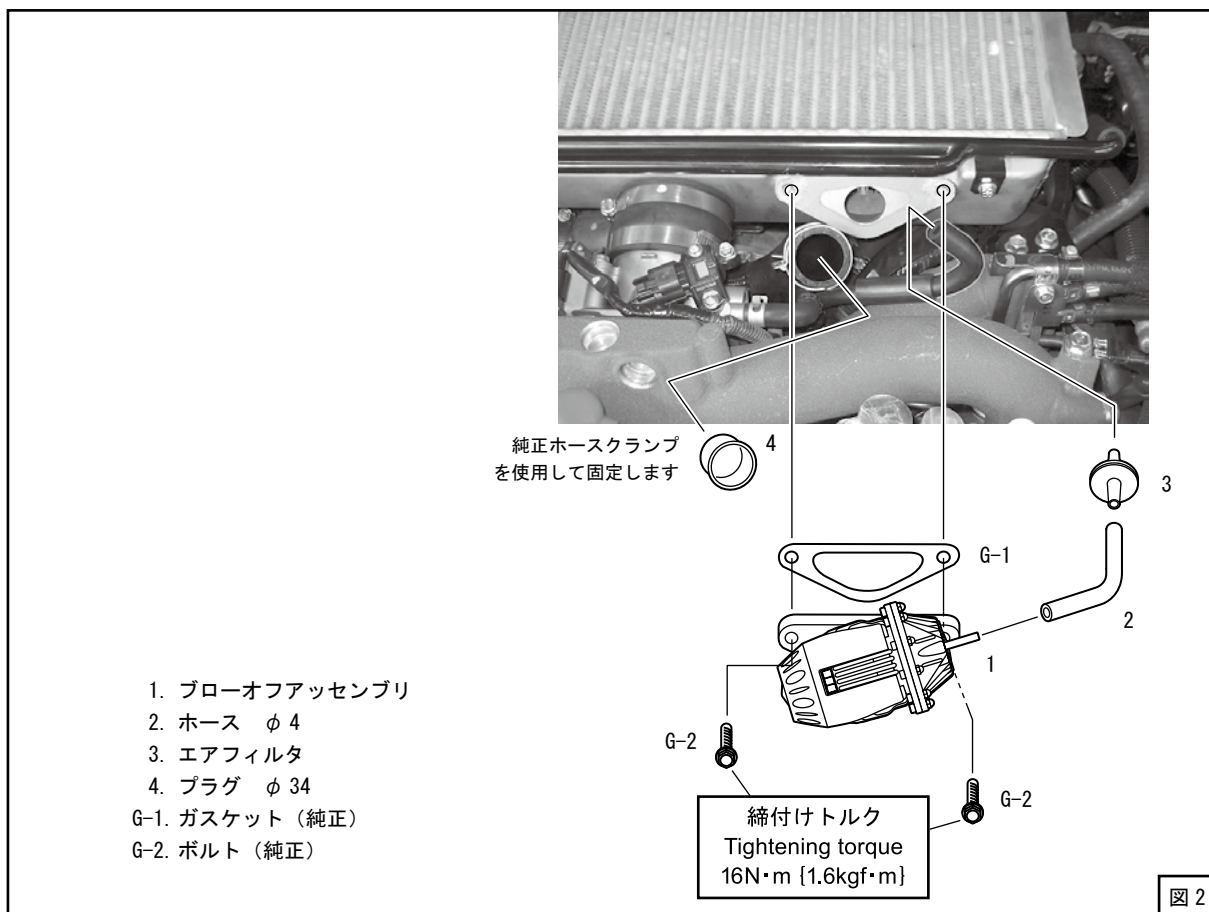
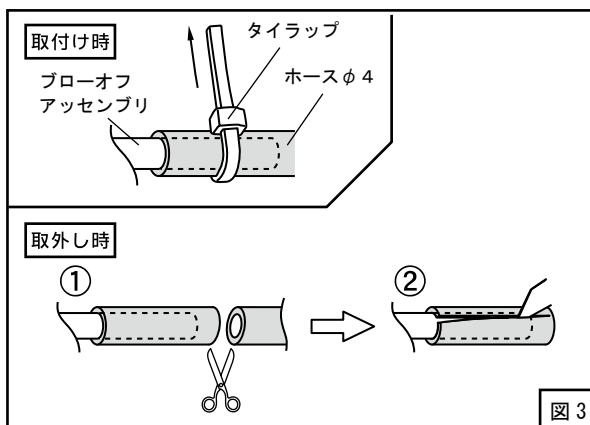

図2
図3
- (1) エアバイパスホースに純正ホースクランプを使用してφ34 プラグを取付けてください。(図2)
- (2) インタークーラにブローオフアッセンブリを仮付けしてください。(図2)
- (3) キットパーツを使用してブローオフバルブ作動用の配管を行なってください。ホースφ4は適当な長さに(ある程度余裕を持たせて)切って使用してください。(図2)
- (4) ブローオフアッセンブリのニップル部に取付けたホースφ4をタイラップで縛り、固定してください。(図2、図3)
ブローオフアッセンブリを取外す時など、ホースφ4をブローオフアッセンブリから抜く際は、タイラップを外した後、一度ホースφ4を切断し切り込みを入れてから取外してください。(図3)